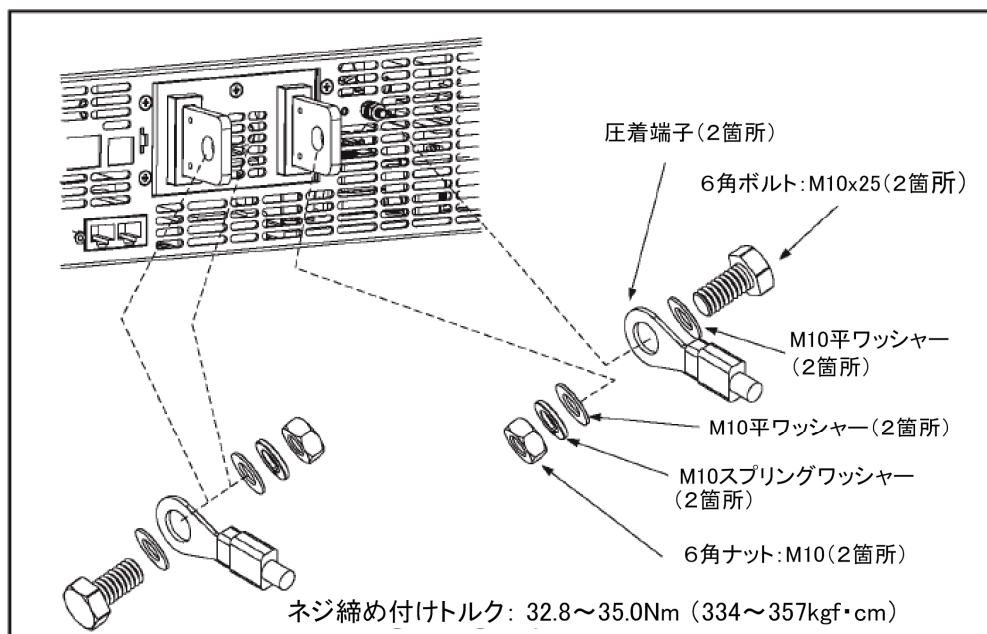

図 3-6 負荷線の接続方法(8-100V 出力電圧モデル)
- ◆ 電源のバスバーに負荷線を接続する場合は図 3-6 を参照してください。